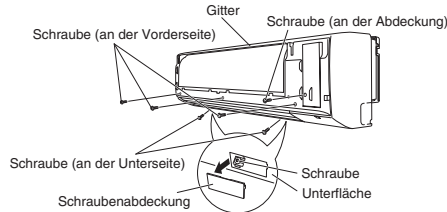

Abb. 3-83
- (3) Die drei Schrauben an der Vorderseite der Einheit herausdrehen und die Schraubenabdeckungen an der Unterfläche entfernen. Danach die beiden Schrauben entfernen. (Abb. 3-83)
- (4) Die Schraube an der rechten Abdeckplatte entfernen und die Abdeckung entfernen. (Abb. 3-83)